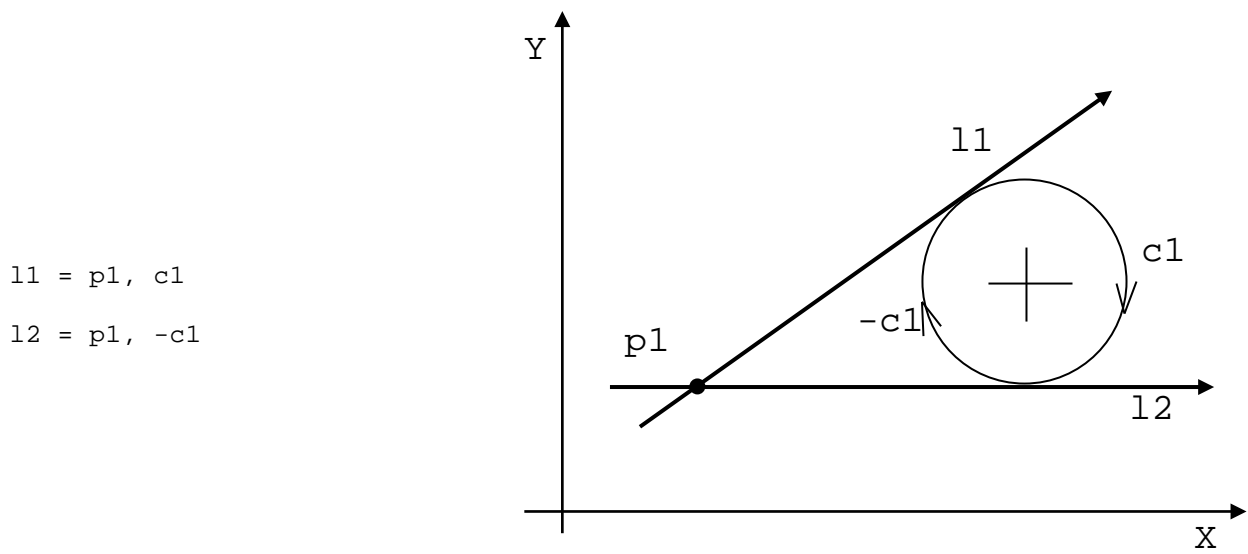

Рисунок 2.70
- прямая, касательная к окружности и проходящая через точку (рисунок 2.70):